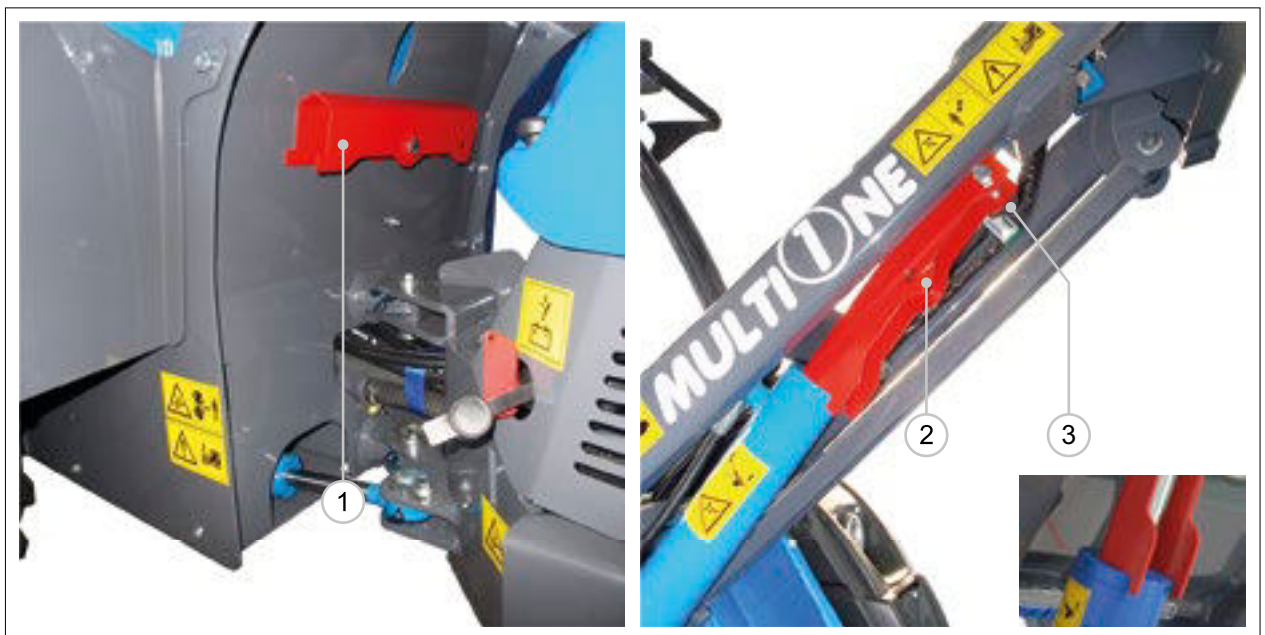

FIG. 29
- 4) Fjerne beslaget fra slidsen, som er placeret under førersædet (**FIG. 29 - Ref. 1**).
- 5) Indfør beslaget for at blokere løftearmen (**FIG. 29 - Ref. 2**).
- 6) Fastgør det med håndtaget (**FIG. 29 - Ref. 3**).